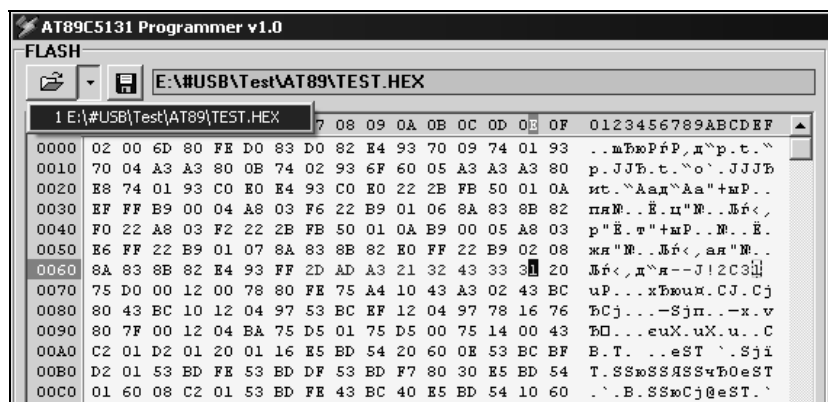

Рис. 13.11. Удобство и простота — преимущества ER-Tronik
- особенно удобным показалась возможность загружать содержимое памяти из файла, список которых сохраняется в специальном меню, позволяя очень быстро загрузить файл еще раз (рис. 13.11).